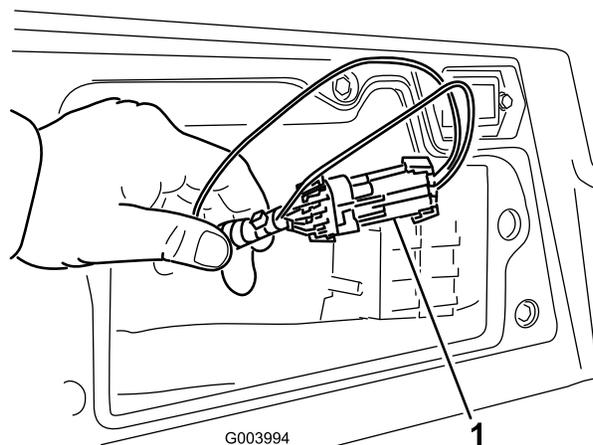

Figura 49
3. Accedete al cablaggio preassemblato ed ai connettori accanto al controller (Figura 49).